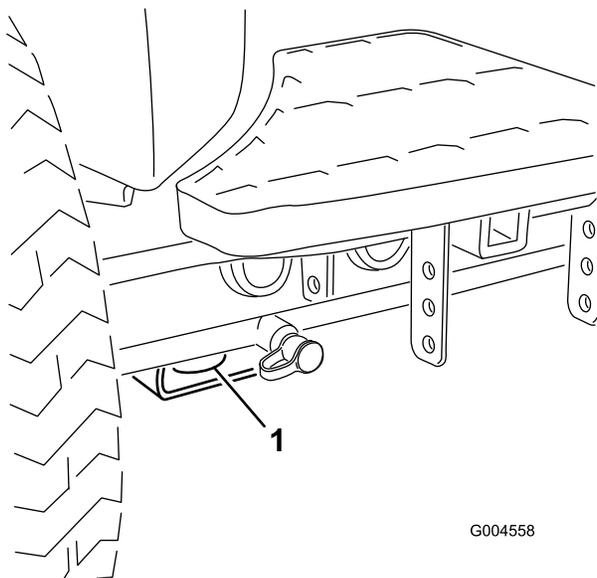

Figura 47
- Dianteira – o orifício na pastilha rectangular, por baixo do tubo do eixo, dentro de cada pneu dianteiro (Figura 47).